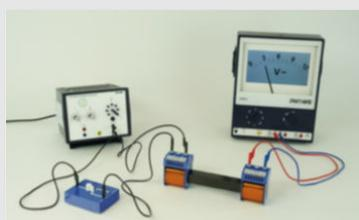

Abb. 4
- Erhöhe zum Schluss nun noch einmal bei einer Primärspannung von  $U_P = 15V$  den Abstand der beiden Spulen wie zuvor schrittweise (siehe Abb. 4) und beobachte die Sekundärspannung.